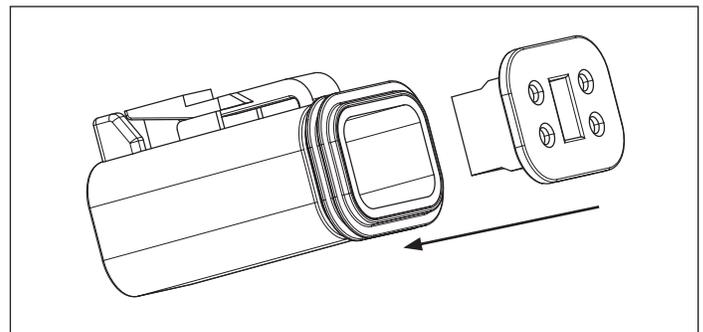

Figura 6: Introducir la tapa de cierre en la carcasa
5. Asegúrese de que los terminales estén completamente asentados en la carcasa. Introduzca la tapa de cierre en la parte delantera de la carcasa. *Vea la figura 6.*